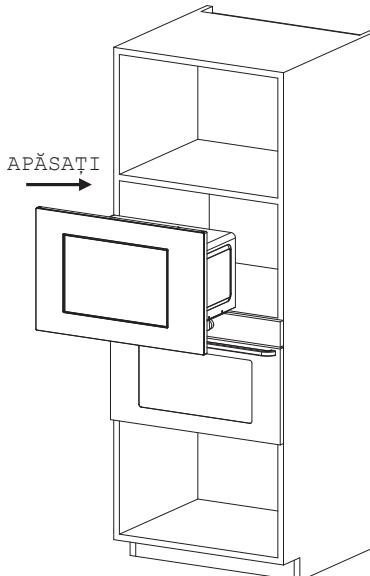

Fig. 1
- a) Puneți cuptorul cu microunde în dulapul încorporat și împingeți-l înainte până la capăt. (Fig. 1)